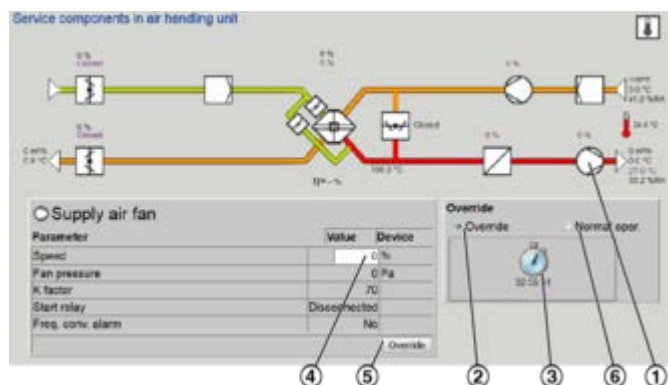

Fig. 35: Función de anulación
Utilice la función «*Override*» (Fig. 35) cuando realice trabajos de servicio o mantenimiento, para comprobar si las salidas funcionan correctamente. La función «*Override*» no puede utilizarse si hay alguna alarma activa.
2. ▶ Haga clic en el componente de la UTA (Fig. 35 /1) para el que desea anular un ajuste de parámetros (por ejemplo, el ventilador de extracción de aire).
3. ▶ Haga clic en «*Anular*» (Fig. 35 /2).
4. ▶ Haga clic en el reloj (Fig. 35 /3) para fijar la hora.
5. ▶ Introduzca el porcentaje de anulación de la velocidad del ventilador de extracción (Fig. 35 /4).
6. ▶ Haga clic en «*Anular*» (Fig. 35 /5).
Para desactivar la función de anulación y devolver la UTA al funcionamiento normal, seleccione «*Normal oper.*» (Fig. 35 /5).